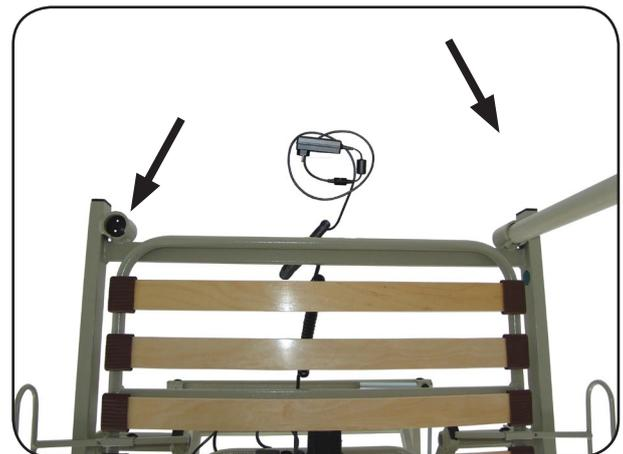

Abbildung 33
- Stecken Sie den Aufrichter wahlweise links oder rechts in eine der kopfseitigen Aufnahmen ein (Abbildung 33). Achten Sie darauf, dass der Bolzen des Aufrichters vollständig in der Ausklinkung der Aufrichter-Aufnahme steckt.